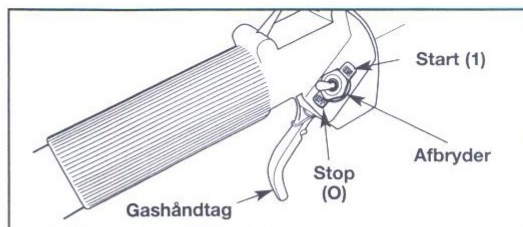

Fig. 4
2. Afbryderen anbringes i "Start"-stilling (1) (Fig. 4).
OBS.: Det er ikke nødvendigt at bruge chokeren til start af en varm motor. Afbryderen anbringes i stillingen "Start" (1) (Fig. 4), og der sættes i gang i mellemstillingen (B) (Fig. 5).
1. Gashåndtaget slippes (Fig. 4). Lad motoren køle af ved at køre i tomgang.
2. Afbryderen sættes i stillingen "Stop" (0) (Fig. 4).